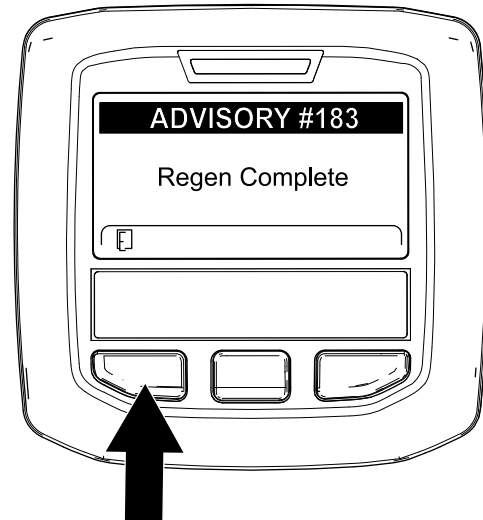

Figura 56
- Când computerul motorului finalizează o regenerare în stare de parcare sau de recuperare, InfoCenter afiează ADVISORY #183 (recomandarea nr. 183) (Figura 56). Apăsai butonul din stânga pentru a reveni la ecranul de pornire.
**Notă:** Dacă regenerarea nu se finalizează, InfoCenter afiează Advisory #184 (recomandarea nr. 184) (Figura 56). Apăsai butonul din stânga pentru a reveni la ecranul de pornire.